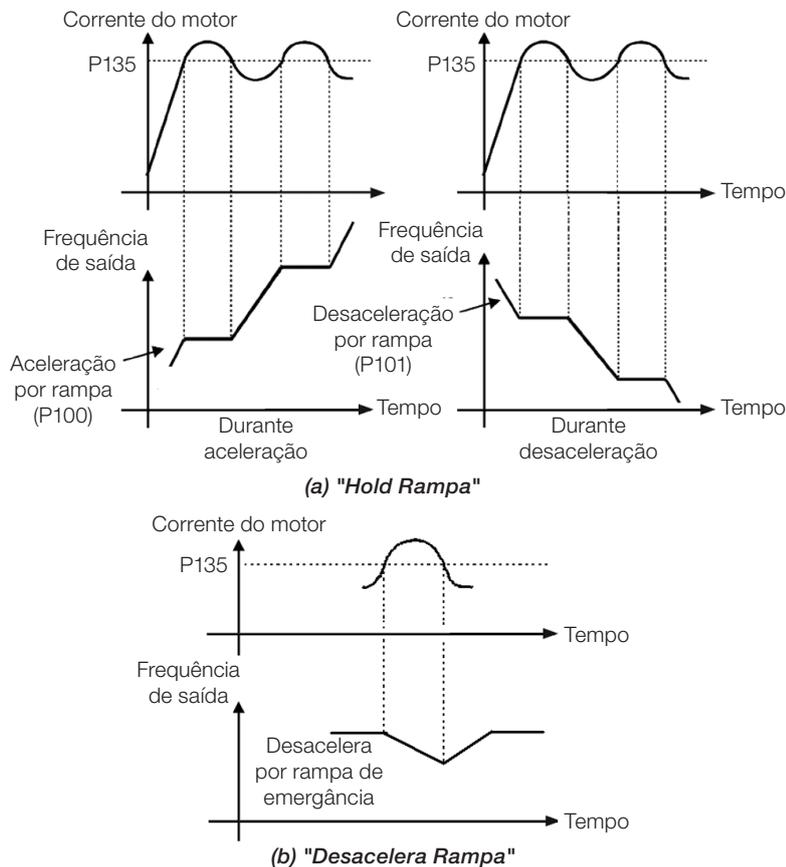

Figura 11.5: (a) e (b) Modos de atuação da limitação de corrente via P135
- Atuação: se a corrente do motor ultrapassar o valor ajustado em P135 durante a aceleração ou desaceleração, a frequência não será mais aumentada (aceleração) ou diminuída (desaceleração). Quando a corrente do motor atingir um valor abaixo de P135 o motor volta a acelerar ou desacelerar. Consulte a Figura 11.5 na página 11-6.
- Atuação: se a corrente do motor ultrapassar o valor ajustado em P135 força-se um valor nulo para a entrada da rampa de frequência forçando a desaceleração do motor. Quando a corrente do motor atingir um valor abaixo de P135 o motor volta a acelerar. Consulte a Figura 11.5 na página 11-6.
Nível de corrente para ativar a limitação de corrente para os modos "hold de rampa" e "desacelera rampa", conforme Figura 11.5 na página 11-6 (a) e (b), respectivamente. Para desabilitar a limitação de corrente deve-se ajustar o parâmetro $P135 > 1,9 \times I_{nom}$.